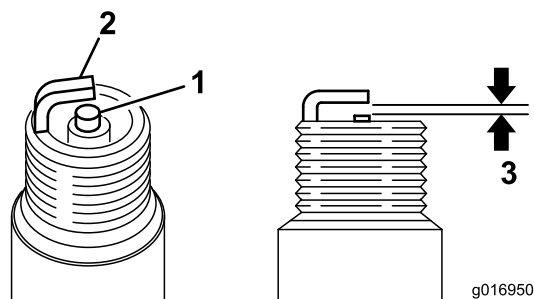

Figura 36
3. Impostate la distanza fra gli elettrodi a 0,6 - 0,7 mm (Figura 36). Montate la candela con l'esatta distanza tra gli elettrodi, e serratela saldamente a 23 Nm.